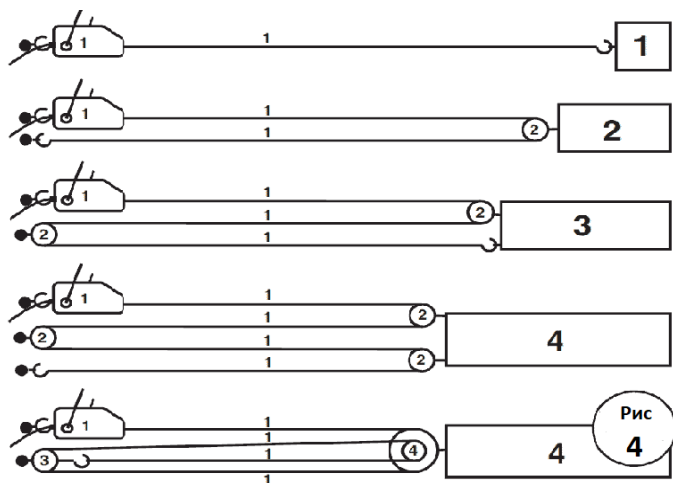

Рисунок 4. Использование блока.
- **Грузоподъемность механизма можно значительным образом увеличить, используя сложный блок.** При этом усилия оператора остаются прежними. (см. Примеры: рис.4 и рис.5). Такое увеличение мощности зависит от КПД блоков. Диаметр используемых блоков должен превосходить диаметр троса, как минимум, в 15 раз.